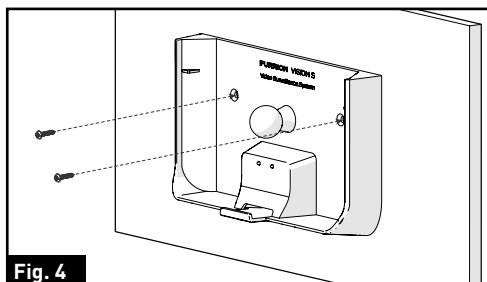

Fig. 4
4. Fije el soporte de montaje en la pared del vehículo usando 2 tornillos autorroscantes de cabeza plana que se proporcionan. (Fig. 4)